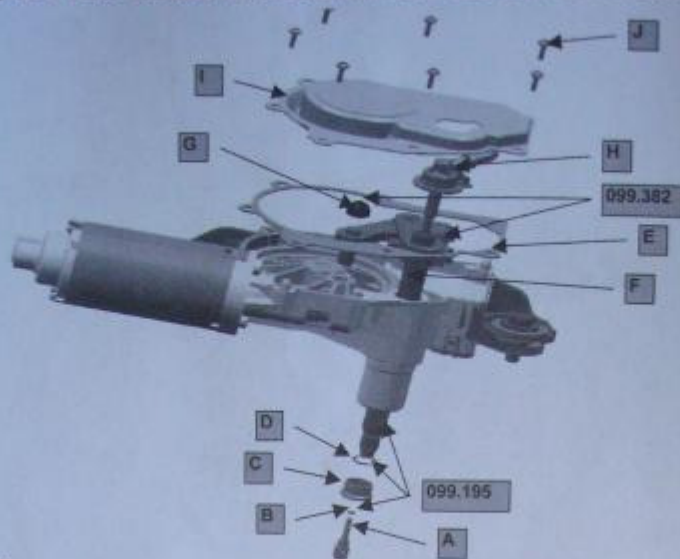
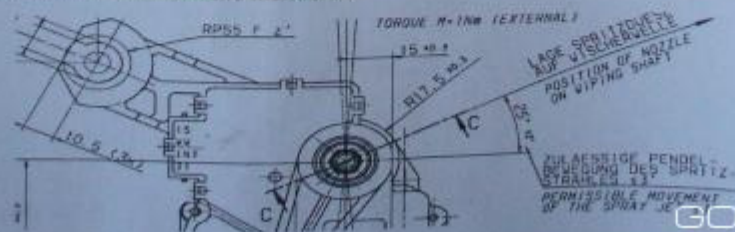

Bild. 1
Bild. 2
- Wischerwelle (F) einbauen, Bolzen der Achse in der Zahnradbohrung einführen (Bild 1).
- Getriebe der Wischerwelle (F) mit Fett 099382 (3,5 g.) einfetten.
- Bolzen der Achse des zus. Wischerwelle (F) mit Fett 099382 (0,5 gr) einfetten und Anlaufteil (G) einsetzen.
- Anlaufteil (G) mit Fett 099382 (0,5 gr) einfetten.
- Neue Dichtung (E) auf das Kunststoff Gehäuse montieren.
- Neuer zus. Stutzen (H) durch die innere Seite der Deckels (I) montieren.
- Deckel und zus. Stutzen (I+H) durch die zus. Wischerwelle (F) montieren
- Deckel mit Schrauben (J) anschrauben. Schraubmoment $0,8 \pm 0,2$ Nm.
- O-Ring (D) mit Fett 099195 (0,5 grs) einfetten und durch die Wischerwelle bis zum Anschlag im Gehäusedorn einführen.
- Fett 099195 (0,5 grs.) um die Wischerwelle herum und auf den O-ring anwenden und Buchse (C) dicht über das Gehäuse-Dorn einstecken.
- O-Ring (B) mit Fett 099195 einfetten und zwischen der Wischerwelle(F) und dem Rohr (H) tief montieren.
- Neue Düse (A) auf das Rohr (H) und die Wischerwelle (F) mit einem Winkel von 25° (Siehe Bild 2) einsetzen.